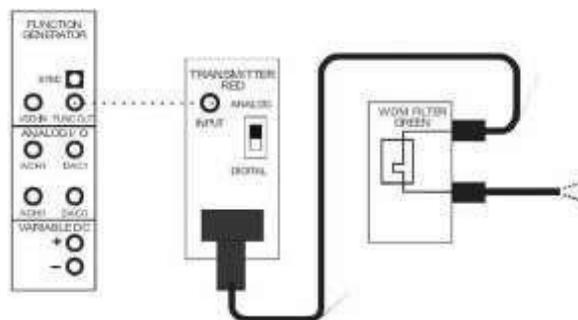

Figura 2.
6. Repetir el paso 5 con un módulo WDM filtro verde (Figura 2).